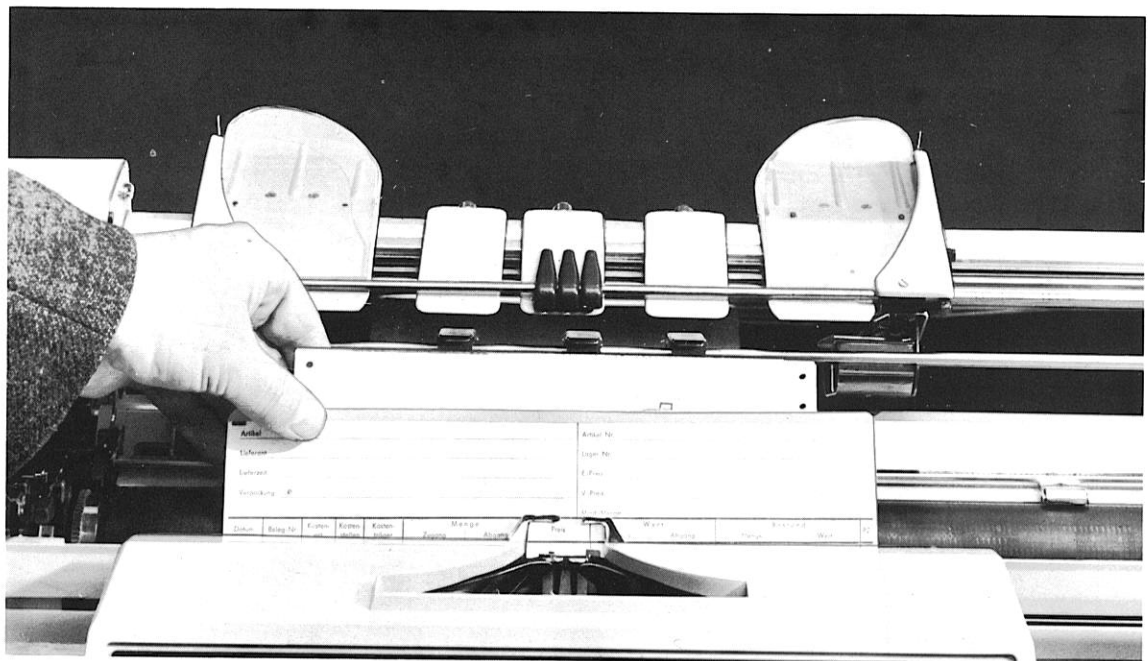

Abb. 17 Einführerleichterung für Endlosformulare
- Normales Papier (evtl. Kontokarte quer) – in jeweiliger Endlosformularbreite – vorn in den separaten Schacht für das Endlosformular von oben durchschieben, bis im hinteren Teil des Schachtes einige Millimeter heraussehen (s. Abb. 17) – Einföhrungserleichterung für Endlosformulare –